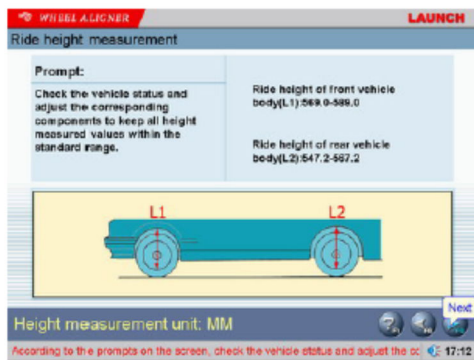

Fig.4.8
3. Cuando algunos modelos de vehículos especiales (como el BMW Serie 3) se seleccionan, en la pantalla aparecerá una interfaz de [Medición de Altura] como se muestra en la Fig.4.8. Esta interfaz proporciona una plataforma para medición de la altura del vehículo en marcha, con el fin de comprobar si la altura de la carrocería cumple con los requisitos de diseño de OEM.